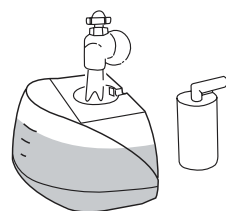

Fig.4
- Remplir le réservoir jusqu'au repère "MAX" avec de l'eau du robinet. Fig.4